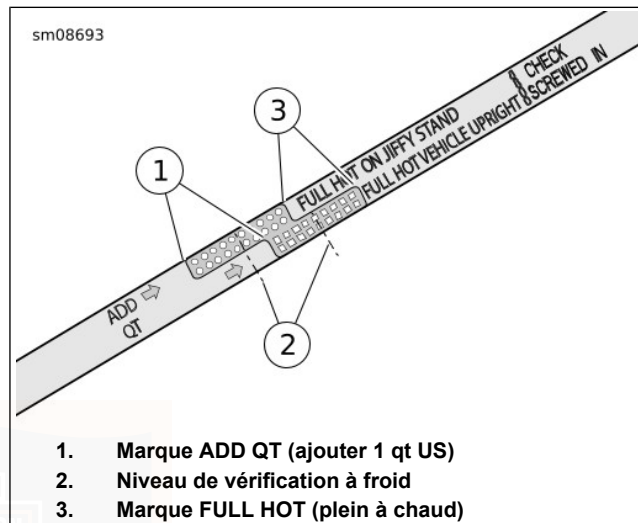

Figure 49. Jauge d'huile moteur
- e. Voir Figure 49. Vérifier le niveau d'huile. Le niveau d'huile à froid correct est le point médian (2) entre les repères ADD QT (ajouter qt) (1) et FULL HOT (plein à chaud) (3) sur la jauge.
5. Vérifier le niveau d'huile. Ajouter juste assez d'huile pour amener le niveau d'huile entre le repère ADD QT (1) et le repère FULL HOT (3).
- e. Voir Figure 49. Vérifier le niveau d'huile. Le niveau d'huile doit être entre les repères ADD QT (ajouter qt) et FULL HOT (plein à chaud) sur la jauge.